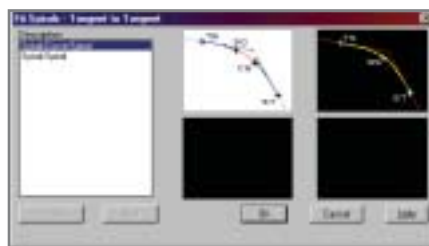

Рис. 3. Способы задания круговых и переходных кривых
- графическое построение осевой элемент за элементом, с вписыванием в вершины углов круговых и/или переходных кривых (рис. 3);